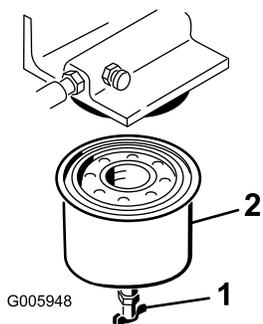

Рисунок 32
5. Откройте сливной клапан (Рисунок 32), слейте топливо из топливного фильтра в подходящую емкость и утилизируйте его в установленном порядке.
6. Снимите топливный фильтр с помощью ключа для топливного фильтра (Рисунок 32).